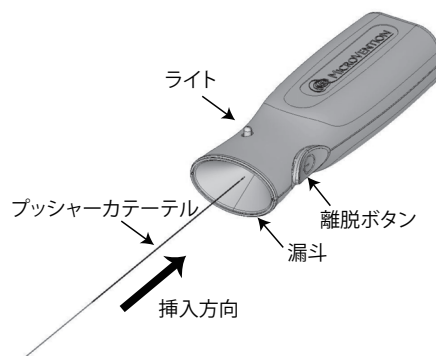

図1 離脱コントローラー
- (3) 本品の近位端を離脱コントローラーの漏斗部の挿入口にしっかりと差し込む（図1）。
- (2) プッシャーカテーテルの近位端を離脱コントローラーの漏斗部の挿入口にしっかりと差し込んで、プッシャーカテーテルの近位端を離脱コントローラーに接続する。接続してから3秒後のライトの状態を観察する（図1）。